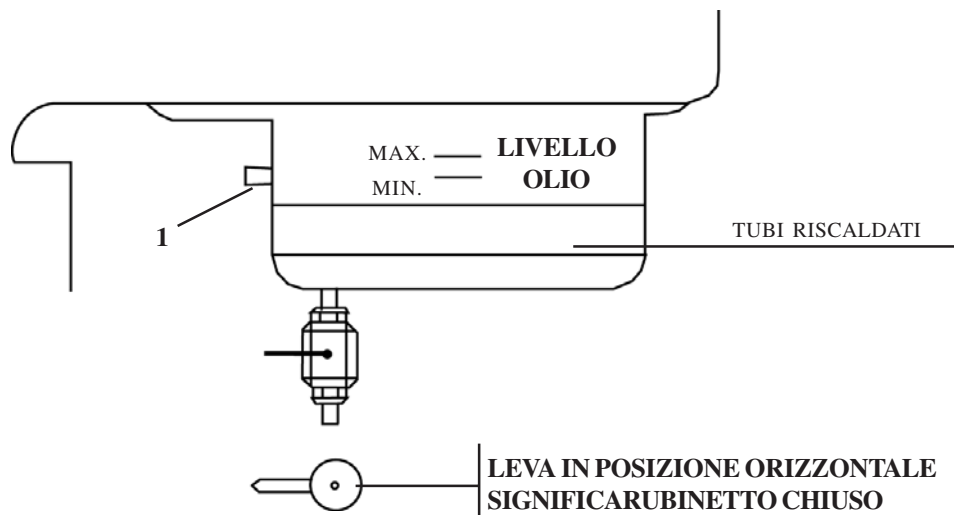

Fig. 8
- Estrarre il bulbo dalla bussola (Fig. 8 pos. 1)
RIEMPIMENTO VASCA (Fig. 8)